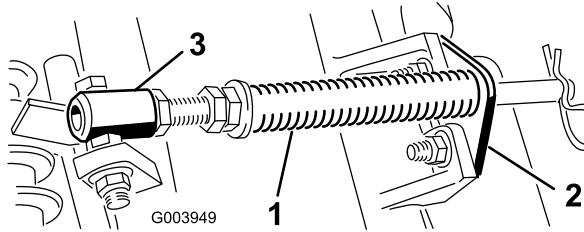

図 4
- カッティングユニットのタブにロッドブラケットを固定しているキャリッジボルト2本を外す図4。
- スプリングチューブのボルトをキャリアフレームのタブに固定しているフランジナット図4を外す。アセンブリを取り外す。